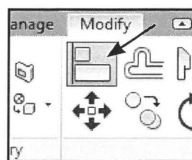

Fig. 06.15.
- Klik *Modify - Align* (Fig. 06.15).